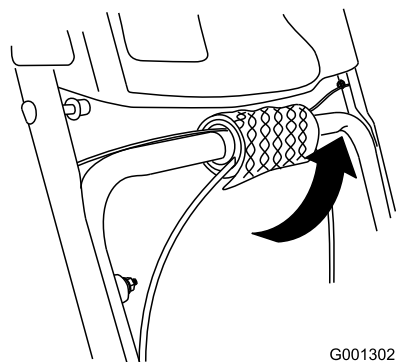

Figure 5
1. Enlevez et mettez au rebut le papier-bulles qui entoure les câbles sur la partie inférieure du guidon (Figure 5).